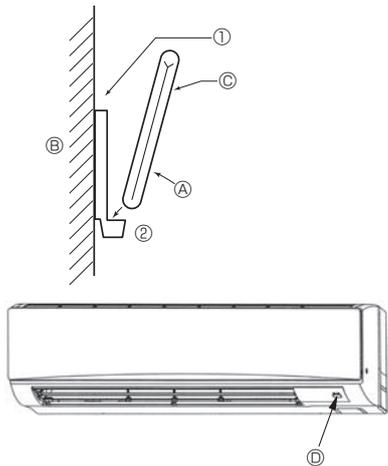
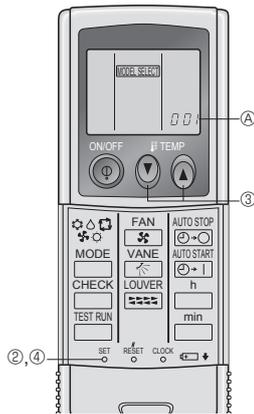

Fig. 6-2
Fig. 6-3
2) Aufstellverfahren (Fig. 6-2)
① Die Halter der Fernbedienung mit zwei Blechschrauben am gewünschten Ort anbringen.
② Die Unterseite der Fernbedienung in den Halter einsetzen.
3) Einstellung (Fig. 6-3)
① Batterien einlegen.
② SET-Taste mit einem spitzen Gegenstand drücken.